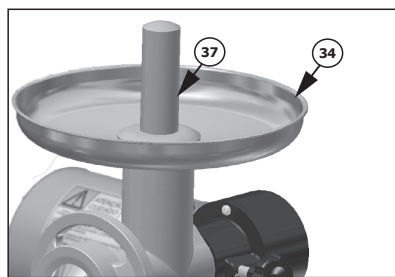

Figura 8
- Após coloque o prato (34) para conter o alimento e auxiliar o processo de moagem. **Nunca trabalhe sem o prato (34). Use sempre o soquete (37) para empurrar os alimentos nunca os dedos,** conforme figura 8.